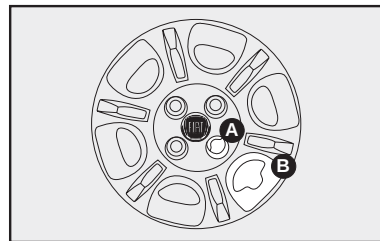

fig. 8
9) Coloque el embellecedor de la rueda haciendo coincidir el agujero **B-fig. 8** con la válvula de inflado y de esa manera el agujero **A-fig. 8** pase através del tornillo colocado anteriormente.